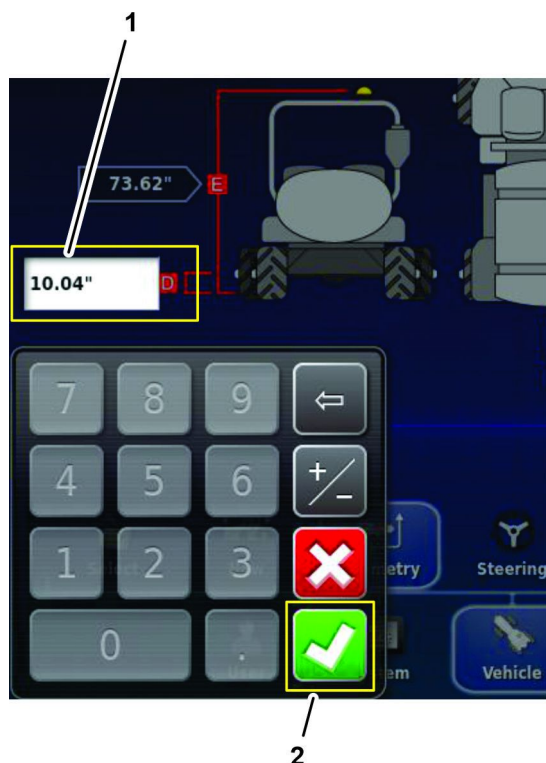

Figura 192
1. Ícone de distância entre a linha de centro da máquina e o centro do receptor de satélite (C)
4. Pressione o ícone de distância entre a linha de centro do eixo traseiro e o solo (D), utilize o teclado virtual para inserir a medida anotada no formulário de geometria do veículo no tópico Medir a Geometria do Veículo \(página 85\) e pressione o ícone Confirmar (Figura 192).